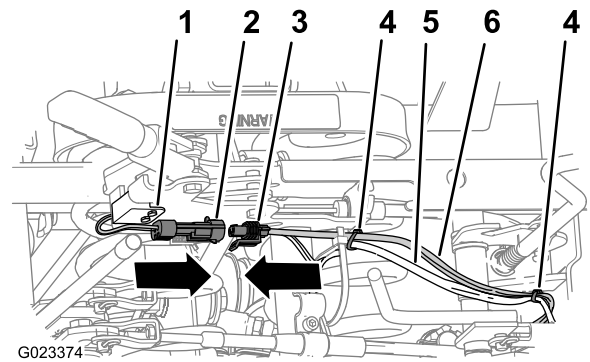

Bild 29
- Verlegen Sie den Zweig des Kitkabelbaums mit dem 2-Stift-Anschluss nach vorne zum Feststellbremsschalter (Bild 29, den Sie in 5 Einbauen des Feststellbremsschalters (Seite 7) eingebaut haben.
- Schließen Sie den 2-Stift-Buchsenstecker des Kitkabelbaums an den 2-Stift-Anschluss am Kabelbaum des Feststellbremsschalters an (Bild 29).
- Befestigen Sie den Kitkabelbaum an den zwei Stellen, die in Bild 29 abgebildet sind, am hinteren Hauptkabelbaum.